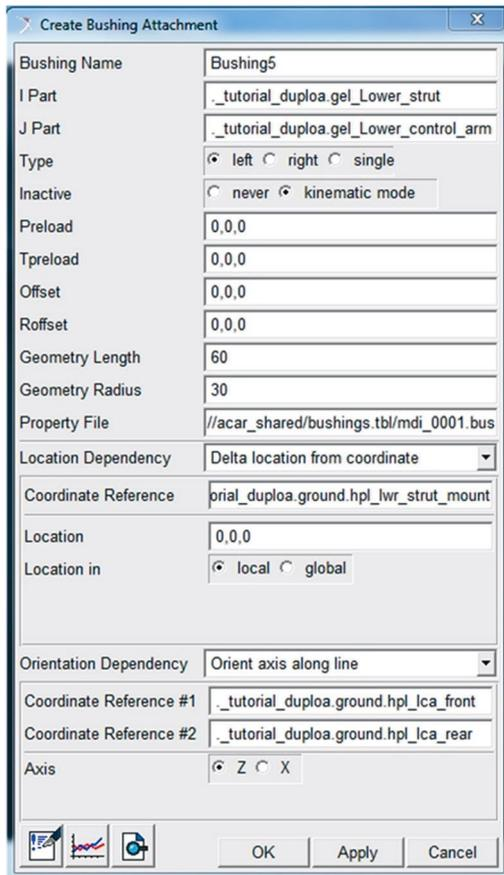

Figura 5.145 – Preenchimento da caixa de diálogo relativa à criação da bucha “*bkl_Bushing5*”.
- Preencha os campos da janela *Create Bushing Attachment*, como ilustrado na Figura 5.145.